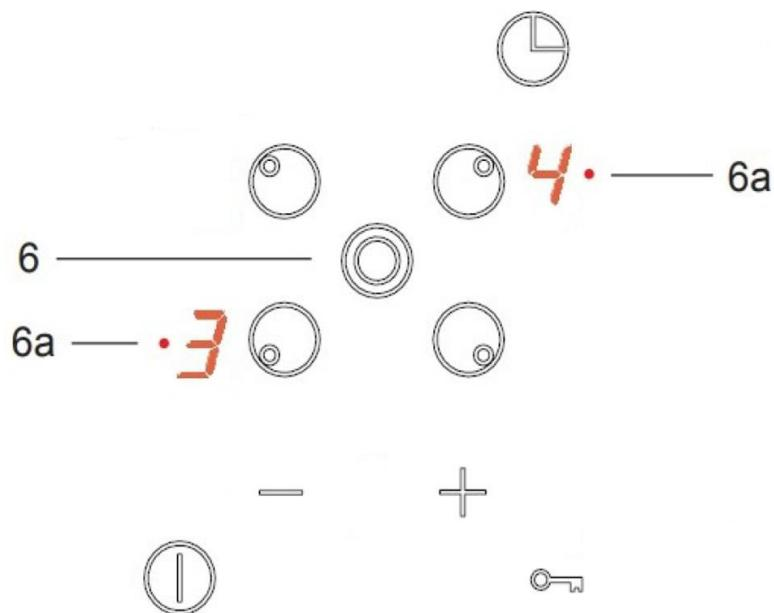

Рис. 8
2. Нажать кнопку (6) (рис. 8). Контрольная лампочка (6a) (рис. 8) засветится.
3. При повторном нажатии кнопки (6) (рис. 8), выключается дополнительная зона нагрева.
Контрольная лампочка (6a) (рис. 8) погаснет.